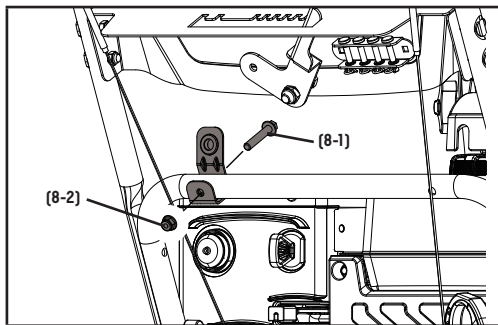

Figure 8
3. Le support de goulotte d'éjection doit être placé vers l'avant, comme montré (pour un positionnement correct). Évitez le serrage excessif. Raccordez le guide de la goulotte d'éjection à la poignée inférieure avec 1 boulon (8-1) et 1 contre-écrou (8-2) (Figure 8).